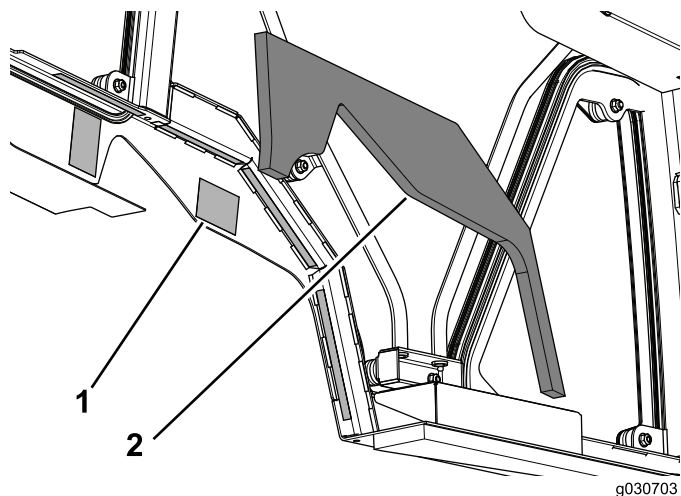

Figura 13
3. Retire el papel protector de la cinta de doble cara en ambos lados de la cabina (Figura 13).
4. Aplique la espuma del lado izquierdo a la cabina (Figura 13).